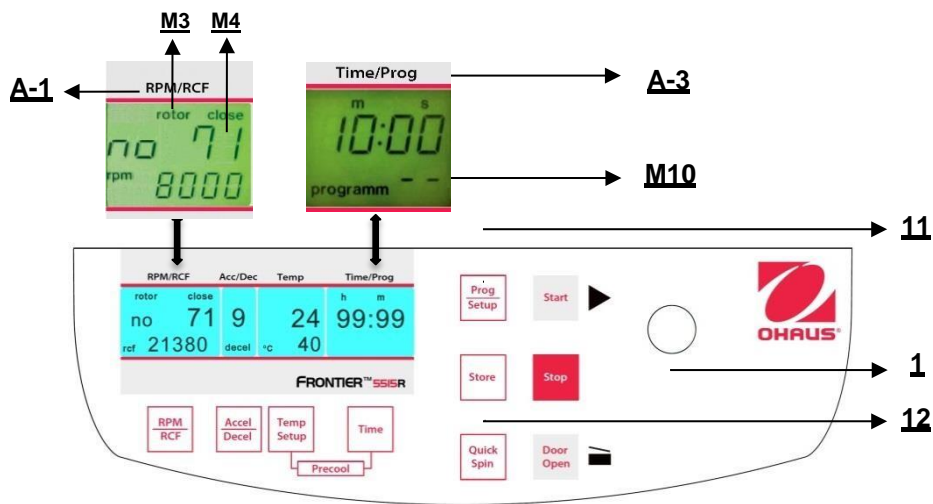

Figura 25
Per richiamare i programmi salvati, premere il tasto "**Prog/Setup**" (11) (fare riferimento alla figura 25) quando il coperchio è già chiuso. Sul display "**Time/Prog**" (A-3), appare la parola "**programm -**"(M10). Il numero di programma desiderato può essere pre-selezionato mediante la manopola di regolazione (1).